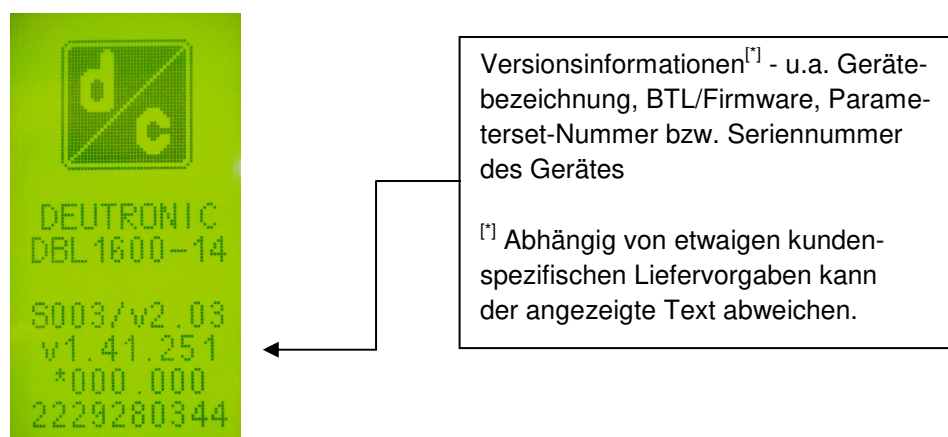

Bild 1 – Startbildschirm mit Versionsinformationen zum Gerät
- Nach Betätigen des Netzschalters werden im Startbildschirm (vgl. Bild 1) für ca. 3 Sekunden die Versionsinformationen des Gerätes angezeigt - in dieser Phase stehen Ihnen folgende Funktionen zur Verfügung:
|           | Benutzer    | Wird die ab Werk vordefinierte Standardeinstellung verändert, so erscheint die Anzeige „Benutzer“. Hinweis: Im Startbildschirm (vgl. Bild 1) wird zudem vor der Parameterset-Nummer ein “*” angezeigt.   |